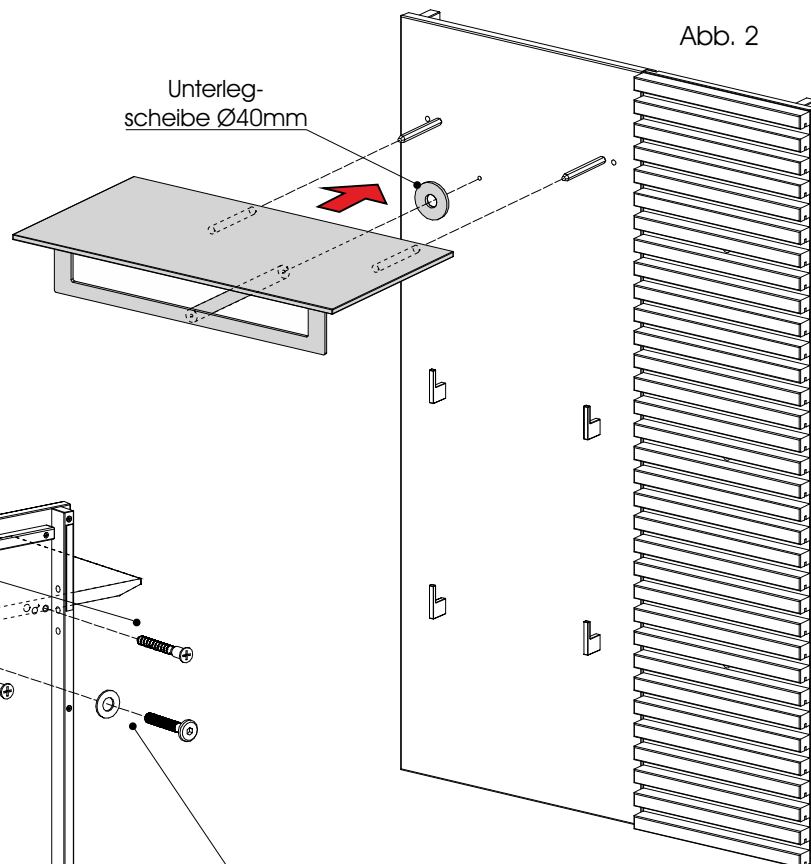

Abb. 2
2. Schieben Sie den Boden auf die Sechskantbolzen und legen die $\text{Ø}40 \text{mm}$ Unterlegscheibe zwischen Garderobenstange und Paneel-Rückwand (Abb. 2)